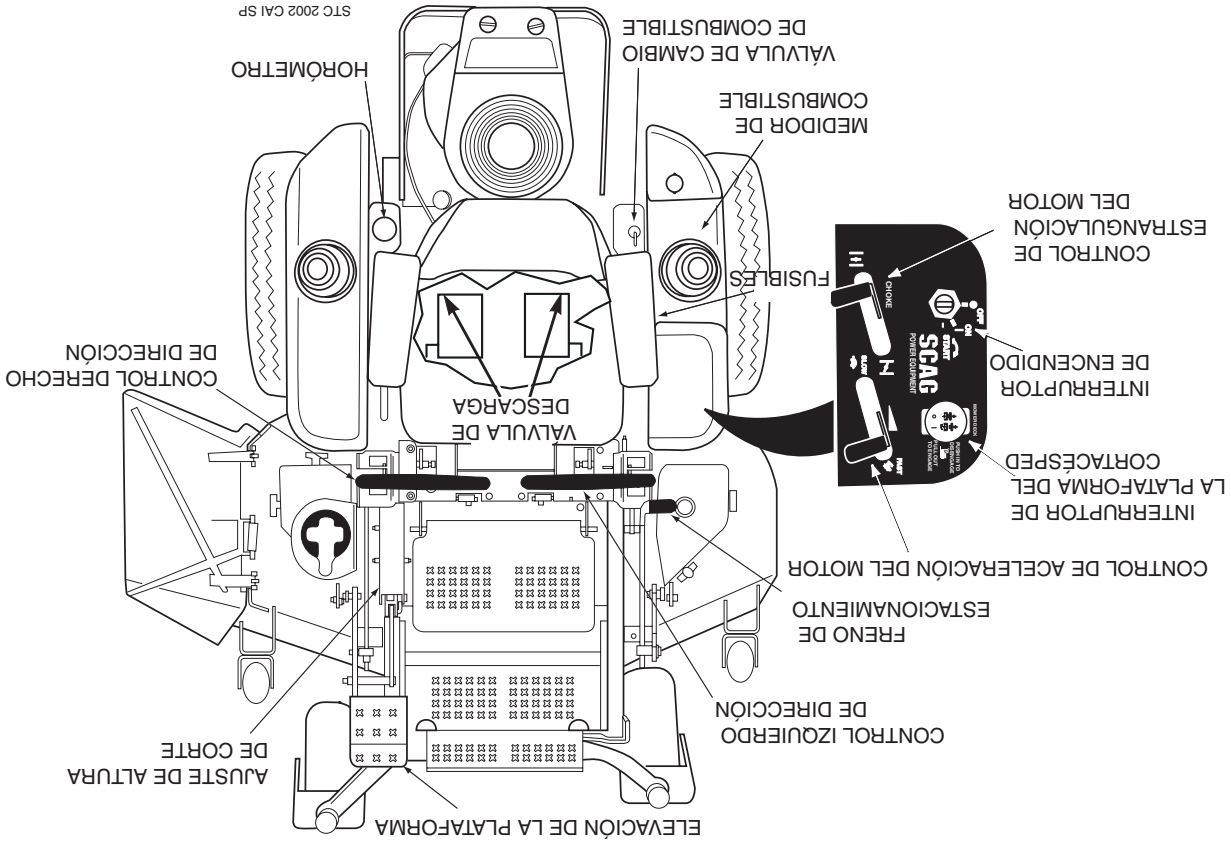

Figura 4-1 Controles e Instrumentos
5. **Horómetro (Figura 4-1)** Indica el número de horas que ha operado el motor. Opera cuando el interruptor de la llave de encendido está en la posición ON. Puede usarse para mantener un registro de los intervalos de mantenimiento y la cantidad de tiempo requerida para realizar varias tareas.
6. **Portafusibles (Figura 4-1)** Dos fusibles de 20 Amp protegen el sistema eléctrico del cortacésped. Para reemplazar los fusibles, retire el fusible del zócalo e instale uno nuevo.
7. **Control izquierdo de dirección (Figura 4-1)** Usado para controlar la rueda izquierda del cortacésped al avanzar hacia adelante o en reversa.
8. **Control derecho de dirección (Figura 4-1)** Usado para controlar la rueda derecha del cortacésped al avanzar hacia adelante o en reversa.
9. **Control del freno de estacionamiento (Figura 4-1)** Usado para accionar y desconectar los frenos de estacionamiento. Tire de la palanca para accionar los frenos de estacionamiento. Presione la palanca para desconectar los frenos de estacionamiento.
10. **Válvula de cambio de combustible (Figura 4-1)** Ubicada en el lado izquierdo de la máquina. Usada para cortar el suministro del combustible al motor y cambiar la alimentación de combustible entre tanques. Gire la válvula en contra del sentido de las agujas del reloj para suministrar combustible solamente del tanque del lado izquierdo. Gire la válvula en el sentido de las agujas del reloj para suministrar combustible solamente del tanque del lado derecho.
12. **Palanca de pie de elevación de plataforma (Figura 4-1)** Usada para levantar y bajar la plataforma de corte.
13. **Ajuste de la altura de corte (Figura 4-1)** Usado para poner la plataforma de corte en la altura de corte deseada.
14. **Palanca de liberación de la plataforma (Figura 4-1)** Usada para trabar la plataforma de corte en la posición de transporte. Para corte normal, empuje el pedal hacia adelante y levante la palanca de desenganche de modo de soltar la plataforma de corte.
1. Interruptor de encendido (Figura 4-1) Usado para arrancar el motor; tiene tres posiciones; OFF, ON, y START.
2. Interruptor de la plataforma del cortacésped (Figura 4-1) Usado para accionar y desconectar el sistema de transmisión del cortacésped. Tire del interruptor para accionar la transmisión de plataforma. Presione el interruptor para desconectar la transmisión de plataforma.
3. Control de estrangulación del motor (Figura 4-1) Usado para arrancar un motor frío.
4. Control de aceleración del motor (Figura 4-1) Usado para controlar la velocidad de motor. Presionando la palanca hacia abajo aumenta la velocidad del motor. Tirando de la palanca hacia atrás disminuye la velocidad del motor. La posición MARCHA EN VACÍO. La posición de corte es la de más adelante.